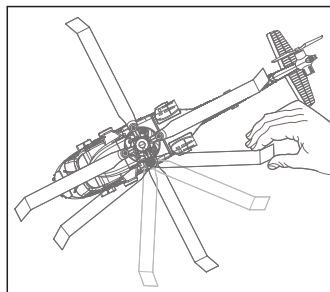

図3. 機体を上から見た図
1. ローターブレードを固定するネジを締め付け過ぎると機体が振動してうまく飛びません。ローターブレードが抜け落ちる事の無い状態で左右に自由に動く状態が正常です。(図3)